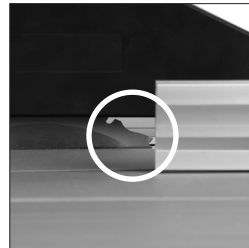

Abb. 39
- Stellen Sie die Anschlagplatte des Längsanschlags ein und richten Sie sie mit der Vorderseite des Sägeblatts aus. (Abb. 39) Diese Einstellung erfordert einen Freiraum für das Material beim Passieren des Sägeblatts. Er ermöglicht, dass sich das geschnittene Material zur Seite weg vom Sägeblatt bewegt mit der geringen Gefahr, dass ein Fressen oder Rückschlagen auftreten kann.